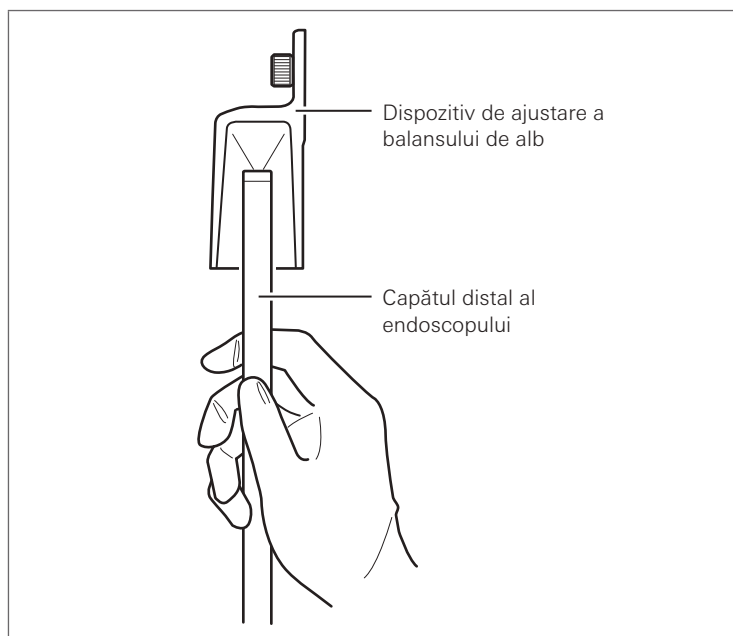
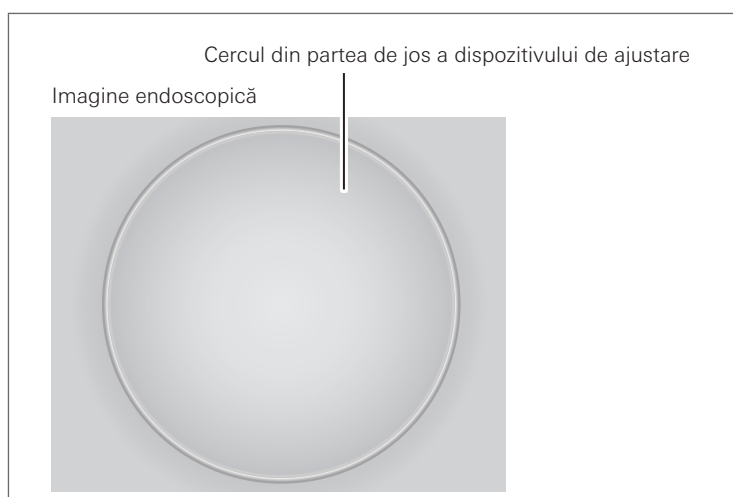

Figura 5.73
Figura 5.74
4. Introduceți capătul distal al endoscopului în dispozitivul de ajustare a balansului de alb PENTAX furnizat (OS-A43/OS-A43H). Mișcați dispozitivul de ajustare astfel încât cercul din partea de jos să poată fi vizualizat complet pe ecranul monitorului, apoi verificați dacă interiorul dispozitivului de ajustare poate fi vizualizat cu claritate. (Consultați Figura 5.73 și Figura 5.74.)